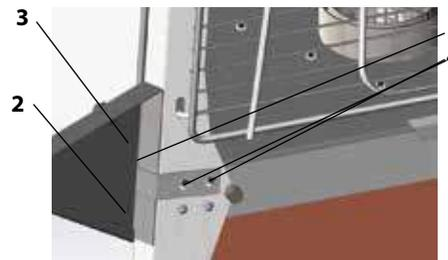

Рис. 18
- открутите винты (4), фиксирующие верхний профиль (1);
- заведите уголок (2) в прорезь опоры (3);
- повторите операции 2-4 для оставшихся опор (Рис. 18);